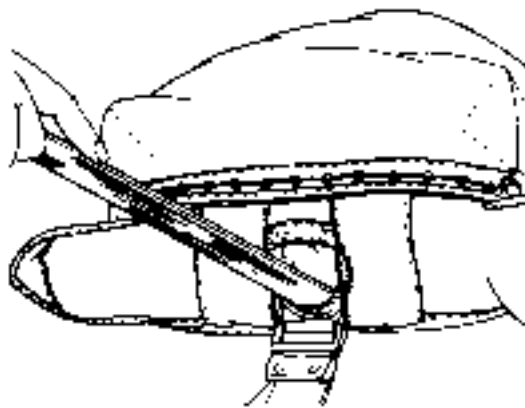

Fig. 4.46 - Mise en ordre des rabats
- et les deux rabats d'obturation latéraux (fig. 4.46) du fond de sac ...